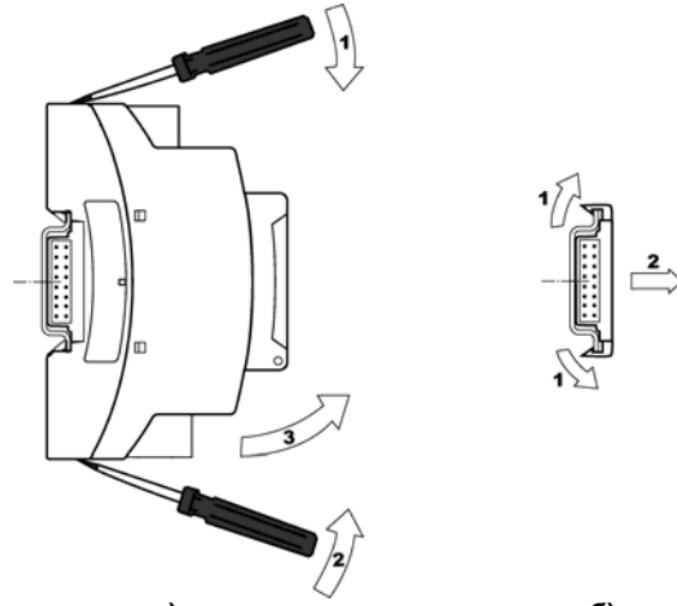

Рисунок 7.4 - Демонтаж модуля с DIN-рейки
- При помощи отвертки открыть защелки, фиксирующие модуль на DIN рейке (см. рисунок 7.4а)
- Для снятия соединителя следует, предварительно освободив его от связи с другими соединителями, поддеть пальцами одновременно все зубцы, потянуть на себя. (см. рисунок 7.4б)
Соединители располагаются между модулями и DIN-рейкой (см. рисунок 7.4). Соответствующий модулю соединитель входит в комплект поставки.